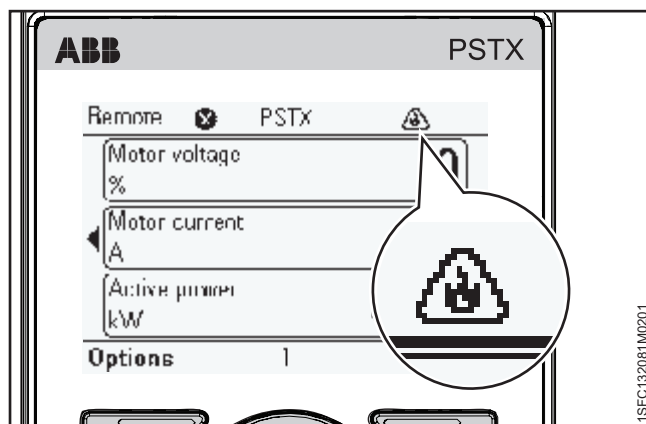

Abbildung 6.14
5. Notfallmodus, siehe **Abbildung 6.14**